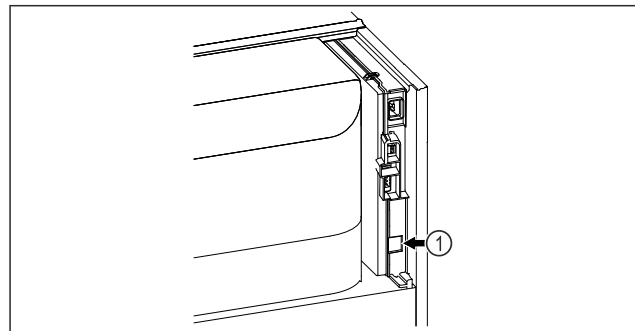

Fig. 139
- Moduli SmartModule Fig. 139 (1) është vendosur.